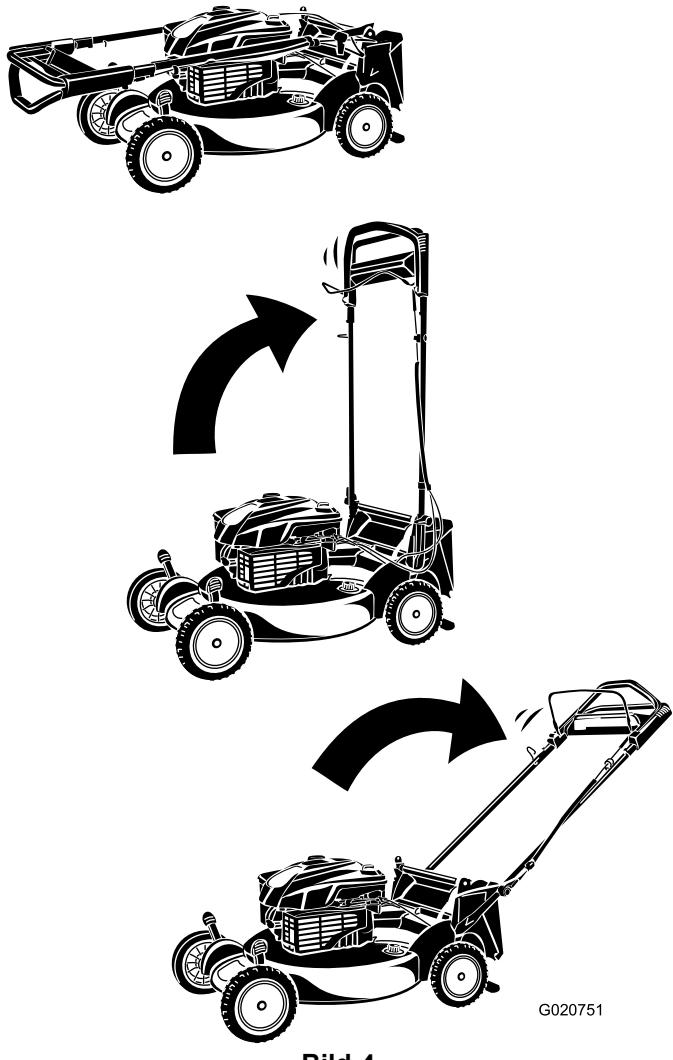

Bild 4
- Drehen Sie den Griff nach hinten (Bild 4).